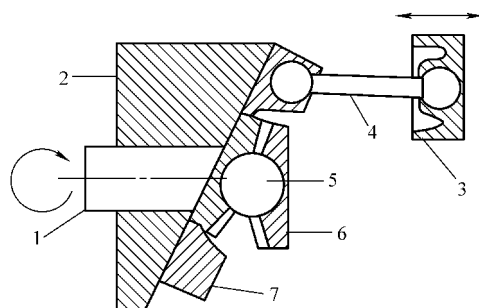

图 7-12 翘板活塞压缩机工作原理
2) 工作原理。各气缸以压缩机轴线为中心布置, 活塞和翘板用连杆相连。翘板齿轮中心有一钢球定位, 并把翘板支承起来使其沿圆周方向摆动。工作时, 翘板的任何一边被向后推动, 相对的另一边就向前移动, 每个活塞依次进行压缩和吸气行程, 如图 7-12 所示。